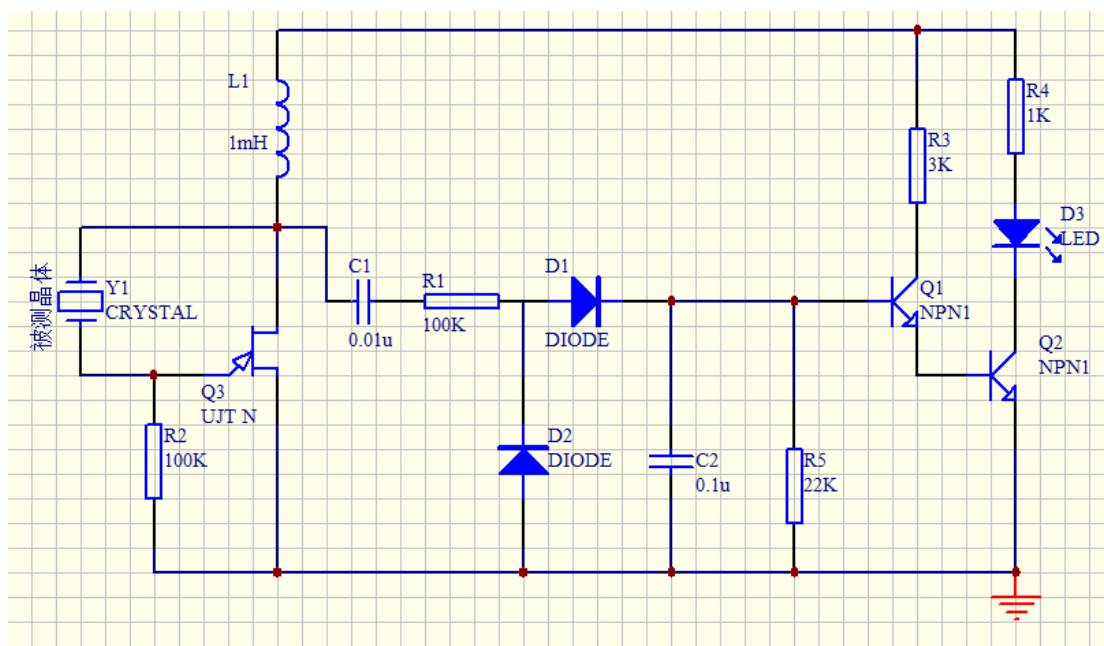

图 3-1
- 1、绘制一个晶体测试电路的原理图，它主要由场效应管、三极管、普通二极管、发光二极管、电感、电容、电阻与被测晶体等组成的基本电路，如图 3-1 所示。